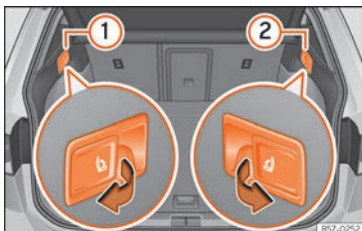

Abb. 162 Im Kofferraum: Entriegelungshebel im Abstand der Teile links (1) und rechts (2) von der Rücksitzlehne.
- Ziehen Sie am Hebel zur Fernentriegelung auf der linken » Abb. 162 (1) oder rechten (2) Seite der Rückenlehne in Pfeilrichtung. Der entriegelte Teil der Rücksitzbank klappt nun automatisch nach vorn um.